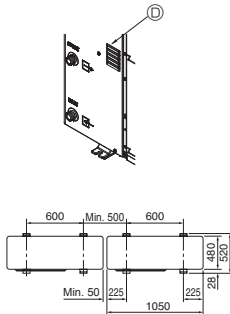

Fig. 3-1
- Asenna yksikkö tukevalle ja tasaiselle pinnalle käytönaikaisen räimävän melun välttämiseksi. (Fig. 3-1)